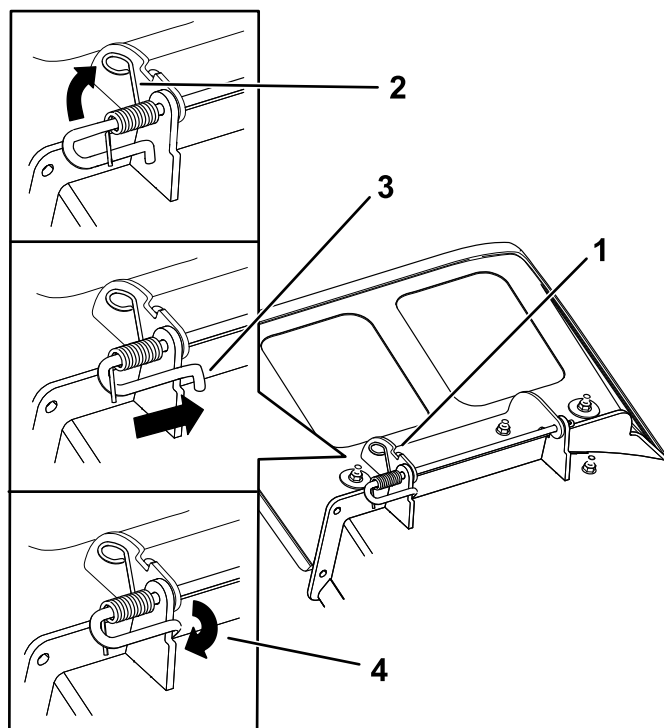

Figure 79
4. Positionnez le nouveau déflecteur d'éjection en plaçant les extrémités du support entre les supports soudés du plateau, comme montré à la Figure 79.
6. Positionnez le ressort sur la tige comme montré à la Figure 79, de sorte que l'extrémité la plus courte du ressort sorte de sous de la tige avant le coude et passe par-dessus la tige à son retour.
7. Soulevez le côté du ressort avec la boucle et placez-le dans le cran du support de déflecteur (Figure 79).
8. Fixez l'ensemble tige et ressort en le tournant de sorte que l'extrémité courte de la tige soit derrière le support avant soudé au plateau de coupe (Figure 79).